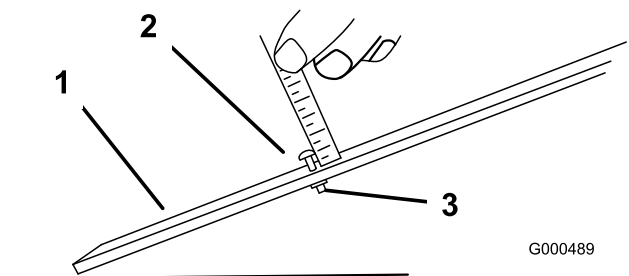

图49
3. 松开调刀尺上的螺母（图49），并将调节螺丝设定为所需的剪草高度。螺丝头底部与调刀尺表面之间的距离就是剪草高度。